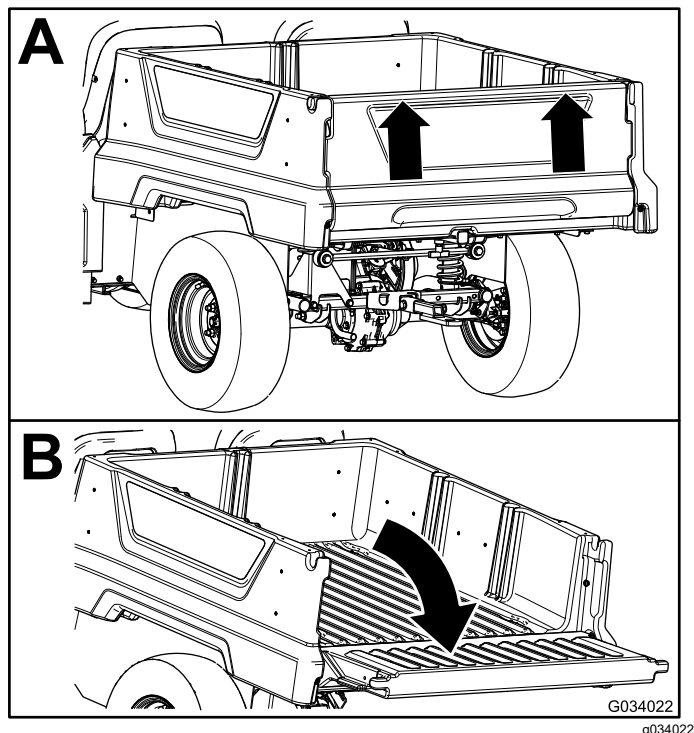

Figura 21
2. Cu ambele mâini, ridicați oblonul spate cu ajutorul marginii de lângă partea superioară a oblonului spate (Figura 21).
3. Coborâți oblonul spate până când acesta este la același nivel cu partea inferioară a platformei de încărcare (Figura 21).